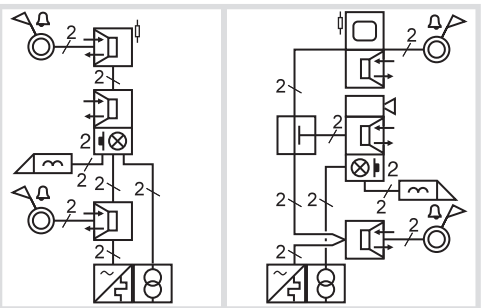

Figura 10: Installazione di una stazione audio/video al piano
- Le postazioni al piano e in abitazione possono chiamare soltanto postazioni interne nella propria linea (diramazione) (figura 10 e 11). Come indirizzo per le postazioni al piano o in abitazione si può impostare A ... F.